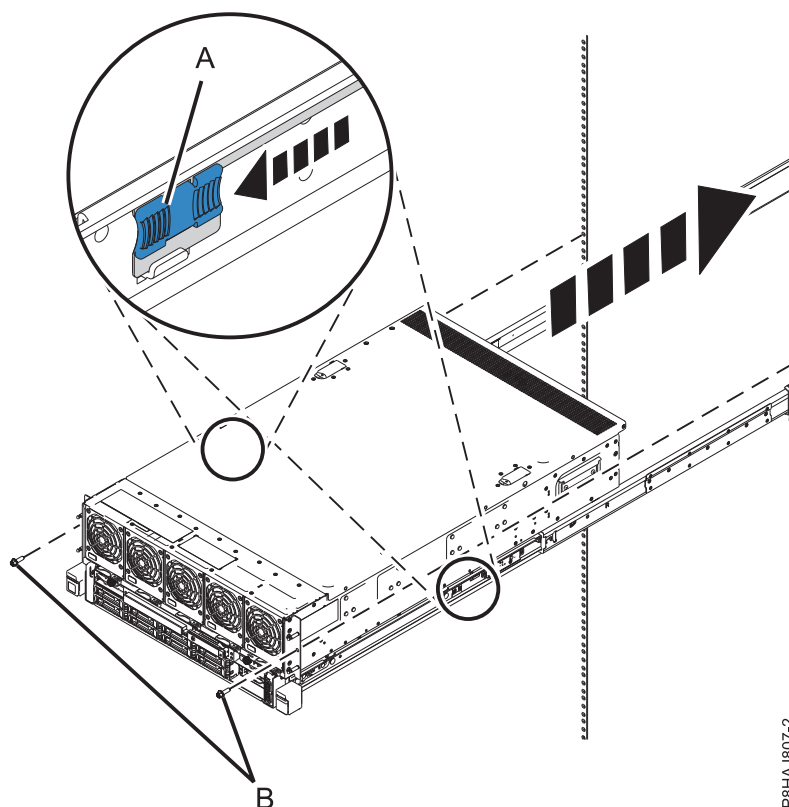

Abbildung 13. Verriegelungen in der Mitte der Schienen entriegeln und das System vollständig in das Rack drücken
7. Entriegeln Sie die Verriegelungen in der Mitte der Schienen und drücken Sie das System vollständig in das Rack (siehe Abb. 13 auf Seite 14).